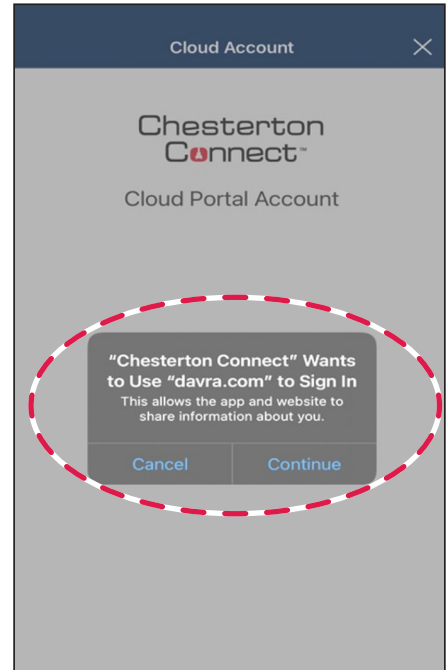

Abbildung 35
3. Die folgende Meldung wird angezeigt: Chesterton Connect möchte „davra.com“ zur Anmeldung verwenden – klicken Sie auf **Weiter** (siehe Abbildung 35).